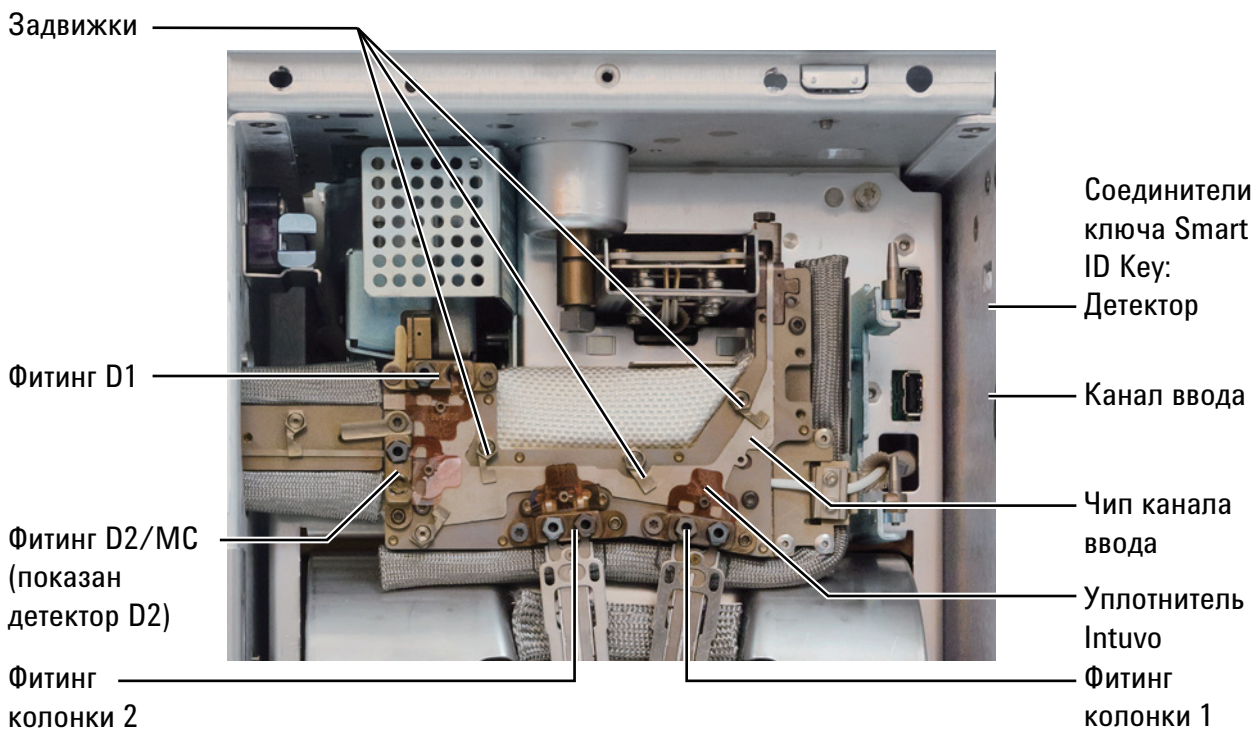

Рис. 6 Компоненты шины Intuvo с установленным разветвителем канала ввода (показан канал ввода с/без деления потока)
Рис. 6 указывает основные компоненты шины Intuvo.
Пластины потока детектора и канала ввода (см. Рис. 6) необходимо устанавливать до установки колонки или хвостовика детектора.
- Новые уплотнители Intuvo (4)
- 7 С помощью динамометрического ключа откройте зажимы, которые крепят пластину разветвления канала ввода к шине. См. Рис. 6.
- 12 Установите новые уплотнители (4) в каждый из обжимных фитингов.